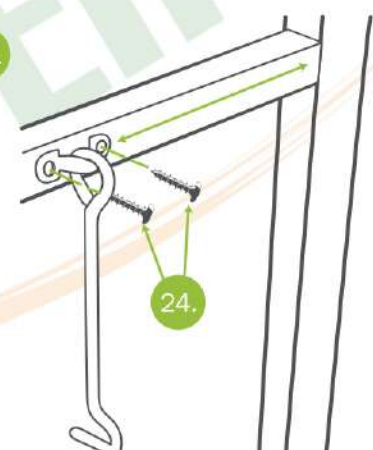

Рис. 11
6. Установите крючки на торцы, а проушины для крючков на дверях. Разметку произвести по месту в открытом положении двери (рис. 11).